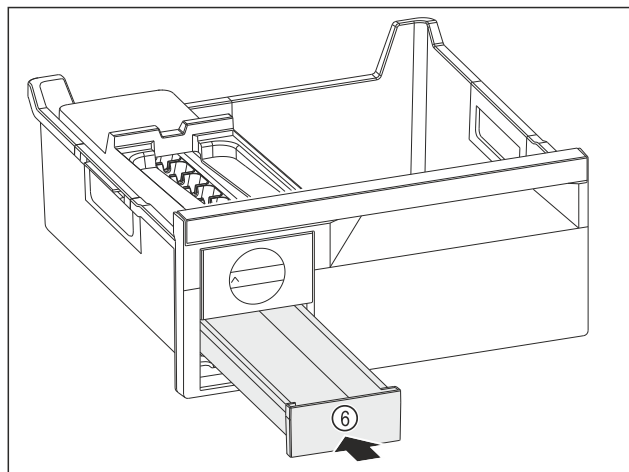

Fig. 141
- ▶ Wsunąć szufladę na kostki lodu Fig. 141 (6).